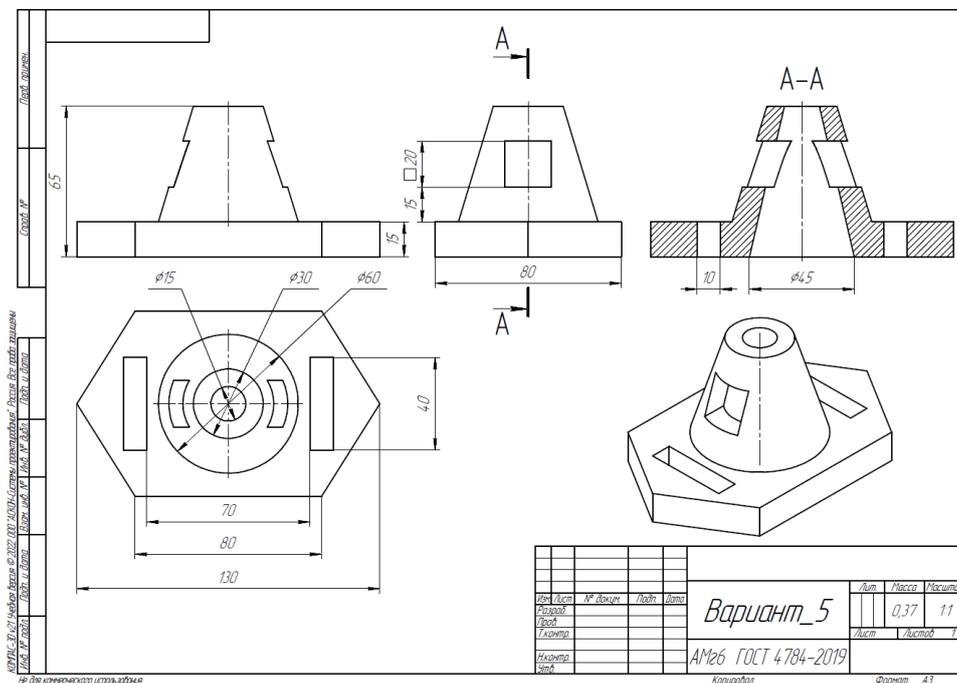

Рис. 1. Чертеж детали для построения
1. Постройте трехмерную модель по чертежу (рис. 1), из библиотеки материалов назначьте для построенной модели материал СЧ25 ГОСТ 1412-85. – 30 баллов.